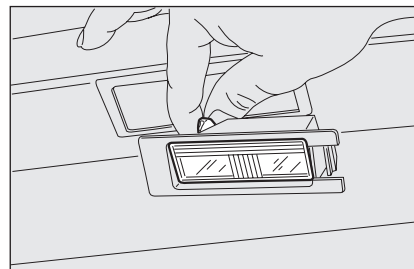

Abb. 31
- ☐ die Lampe **Abb. 31** aus den Seitenkontakten lösen, austauschen und sicherstellen, dass die neue Lampe korrekt zwischen den Kontakten blockiert ist;